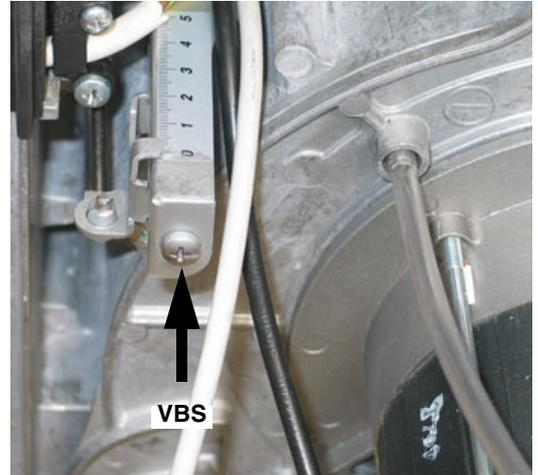

Fig. 43
- Regule el caudal de aire utilizando el tornillo VBS (Fig. 43); enrósquelo para disminuir el caudal o desenrósquelo para aumentarlo.